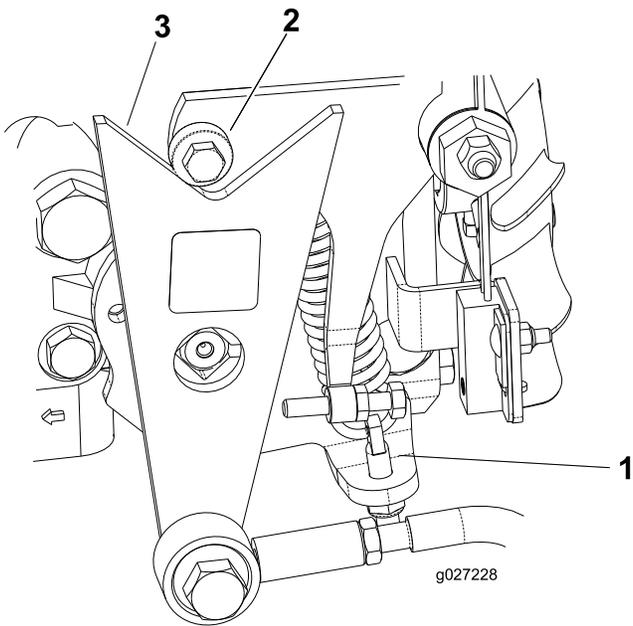

Bild 48
- Wenn sich die Räder in der richtigen Richtung bewegen, stellen Sie den Motor ab und stellen die Sicherungsmutter des Federeinstellungsstifts ein (Bild 48). Stellen Sie die Neutral-Stellung des Getriebes ein, siehe Einstellen der Leerlaufstellung für den Fahrtrieb (Seite 30).